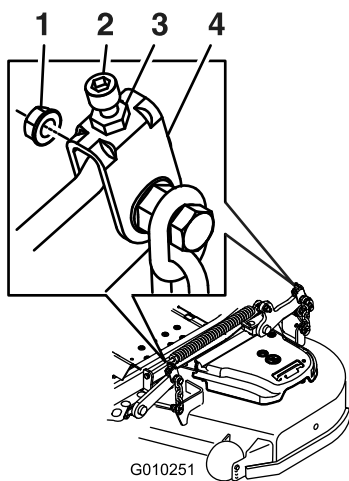
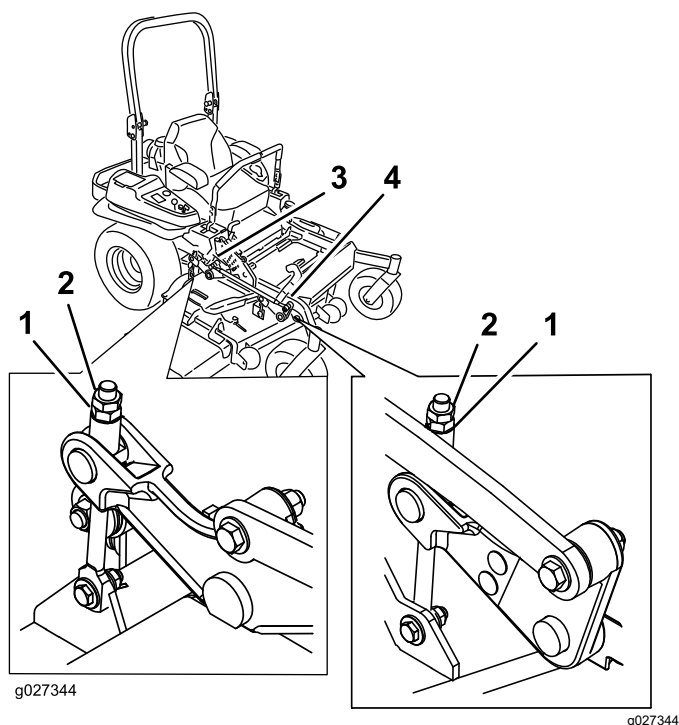

Figure 118
Figure 119
10. Ajustez précisément le serrage de l'écrou de réglage sur l'ensemble de levage du tablier avant (Figure 118 ou Figure 119).
16. Ajustez précisément la vis de réglage en la tournant jusqu'à obtention d'une hauteur de 8,3 mm ($3\frac{1}{4}$ po) (Figure 119).